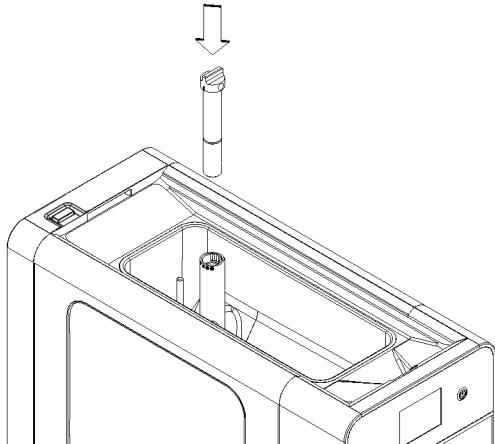

figura 5
- 3** Inserire la parte superiore del tubo di miscelazione all'interno di quella inferiore. (vedere figura 5)